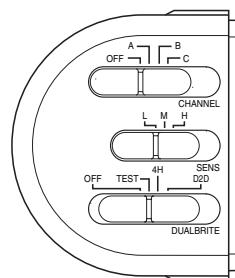

Figure 7
- Faites glisser le commutateur CHANNEL en position OFF, le commutateur de sensibilité (SENS) en position « L » et le commutateur DUALBRITE en position TEST (voir la Figure 7). *Remarque :* Le mode TEST contourne la photocellule (qui ferme le luminaire pendant la journée), permettant de faire l'essai du luminaire de jour comme de nuit.